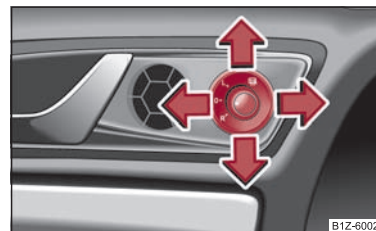

Fig. 46 Parte interior de la puerta: Botón giratorio
- Gire el botón a la posición ⇒ fig. 46.